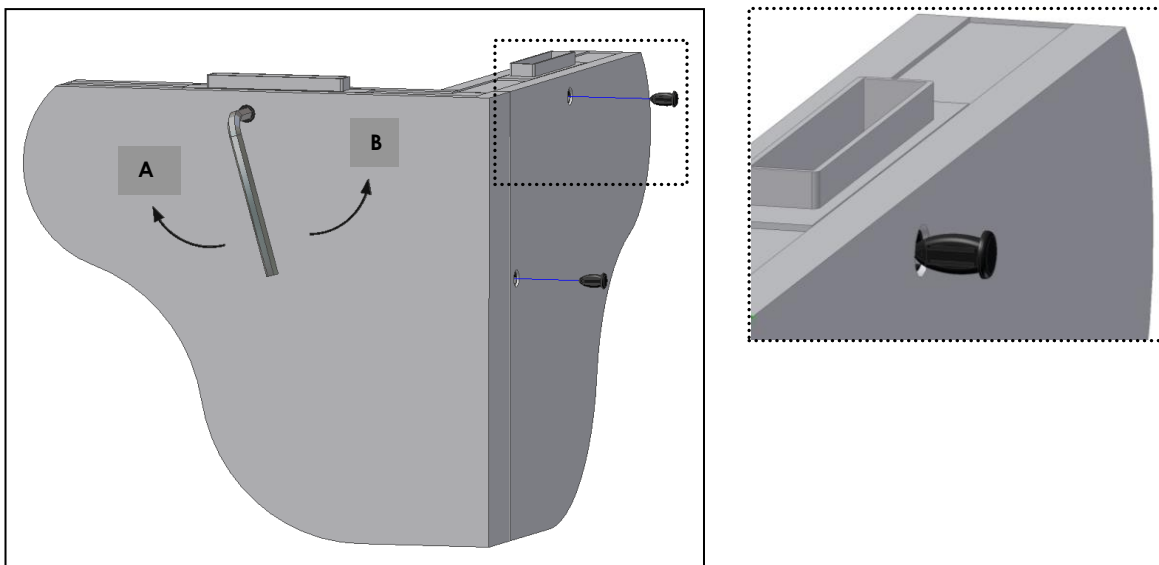

Fig. 10
- Rodar a chave no sentido dos ponteiros do relógio até parar (Fig.10 – Posição **A**).
- Rodar a chave no sentido contrário até apertar (Fig.10 – Posição **B**).
- Após o aperto, colocar **tacos** nos furos (Fig. 10).